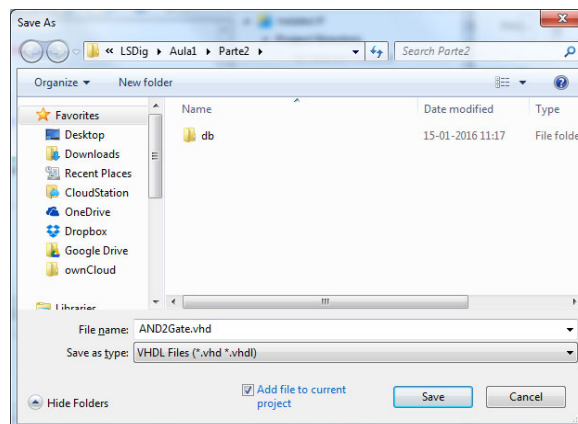

Figura 35 – Caixa de diálogo para gravação do ficheiro “AND2Gate.vhd”.
5. Grave o ficheiro, cujo nome deverá ser “AND2Gate.vhd” (Figura 35).